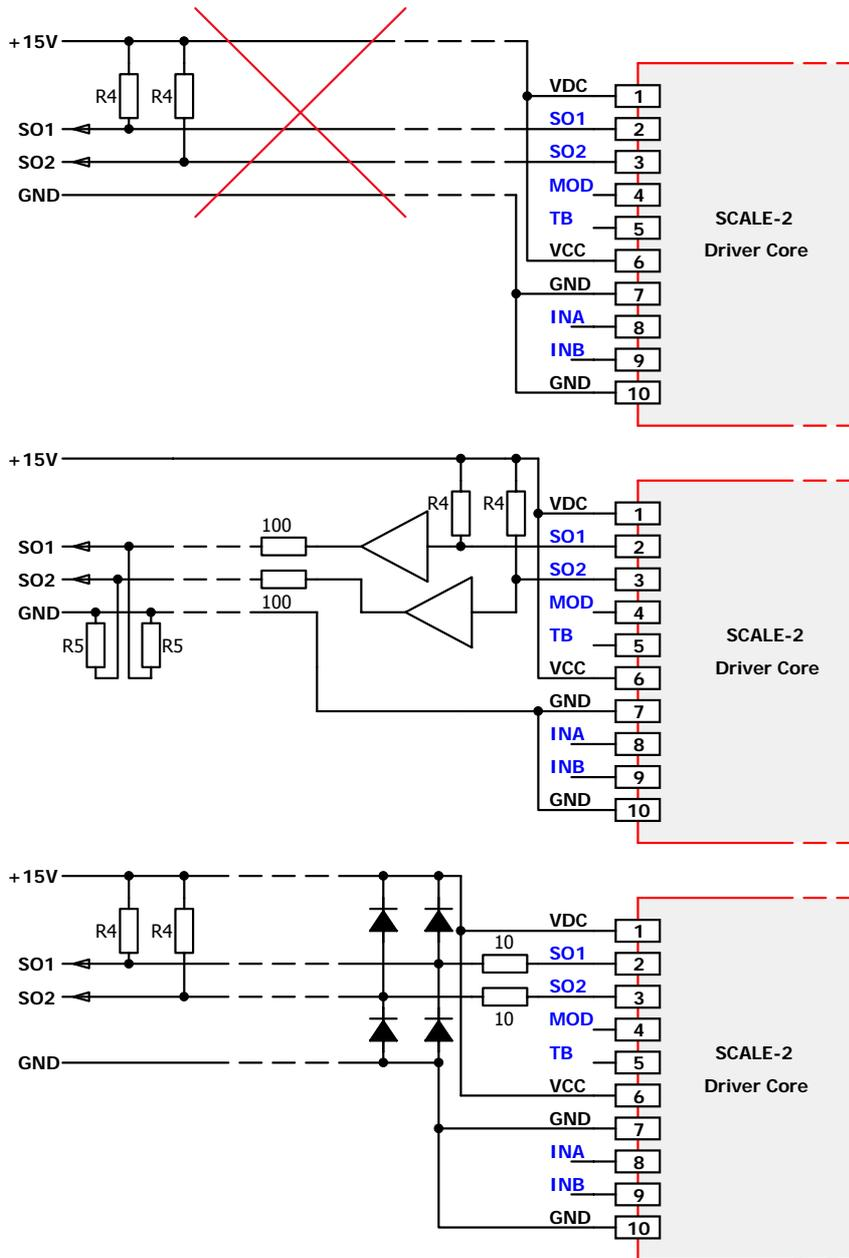

图 14 长距离传输SOx故障信号的方法
SOx故障输出端有20mA的驱动能力。与主控制器的距离越长，SOx线路对EMC越敏感，因为普通控制器输入的阻抗比较高。如果未检测到故障状况，SOx输出为高阻抗。因此，很容易有电压尖峰被感应出来。图14（上图）中将上拉电阻R₄放置在SOx线路末端靠近控制器的一侧的方案是不推荐的。图14中显示的两种解决方案（中图和下图）可以解决这个问题：
- 1) 将缓冲器按照图14（中图）放置在靠近驱动器SOx端子的位置。建议使用R₄>1kΩ的上拉电阻上拉至VCC。如果发生故障，相应的SOx输出将被拉到GND。建议将该电阻放置得尽可能靠近驱动器。图中100Ω电阻可保护缓冲器免受电磁干扰。下拉电阻R₅可保护控制器输入免受电压尖峰影响。
- 2) 在图14（下图）中，由10Ω电阻和肖特基二极管构成的保护网络可保护驱动器的SOx输出。